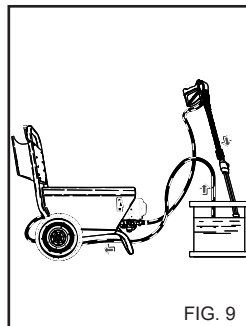

FIG. 9
enfiler le tuyau d'aspiration (fig. 9) du détergent dans un bidon
4) Après l'emploi avec du détergent, rincer le circuit d'aspiration; enfilez le tuyau d'aspiration (fig. 9) du détergent dans un bidon d'eau propre et faire fonctionner la pompe pendant 1 minute avec la lance en phase de sortie du détergent.